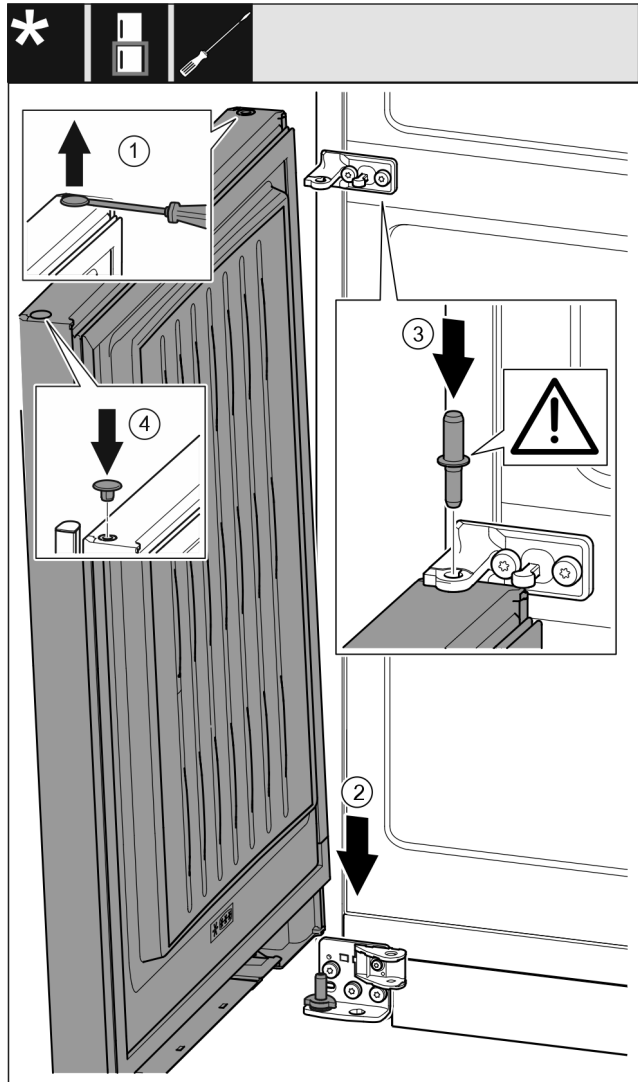

Fig. 52
- Til de plug voorzichtig Fig. 52 (1) op met een platte schroevendraaier en trek hem er uit.
- Deur Fig. 52 (2) van bovenaf op de onderste lagerbouten plaatsen.
- Lagerbout midden Fig. 52 (3) door lagerbok midden in de onderste deur steken. Let hierbij op dat het vergrendelingslipje naar achteren wijst.
- Plug Fig. 52 (4) aan de andere deurzijde er weer insteken.